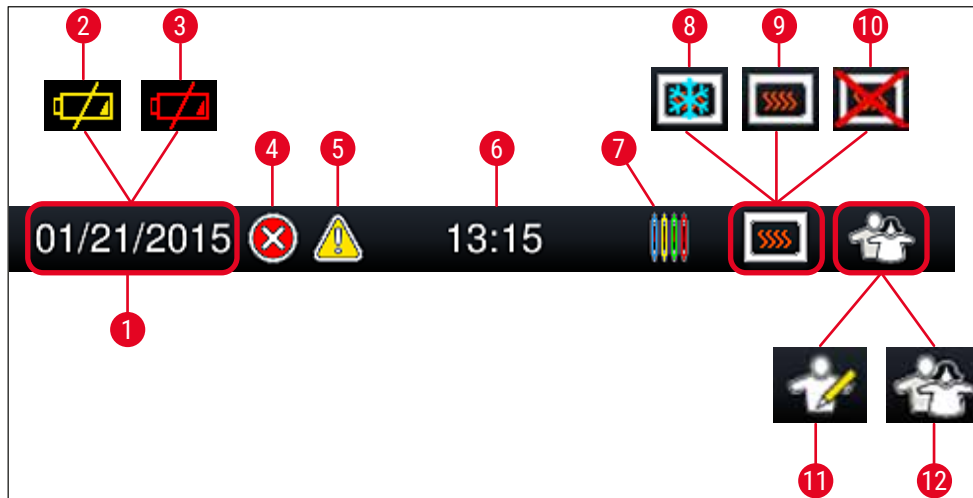

Fig. 20
- ✓ L'état d'utilisateur actuel est indiqué dans la barre d'état en haut, à droite, par le symbole correspondant (→ Fig. 20).